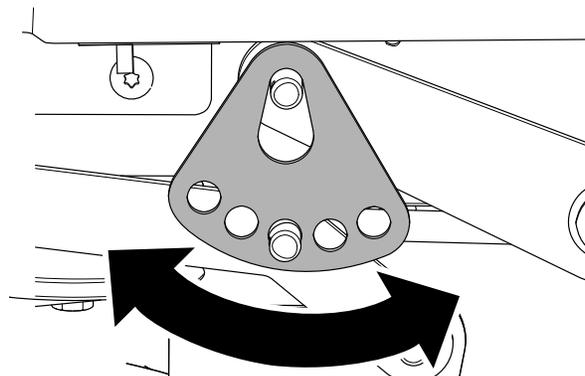

**Figura 71**
- 6. Retire la chaveta y la arandela del pasador del brazo de elevación inferior (Figura 71).